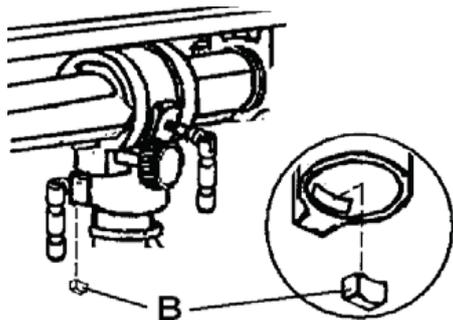

Рис. 1
- Перед насаживанием сверлильной головки смонтируйте нажимную подкладку (В, Рис. 1).